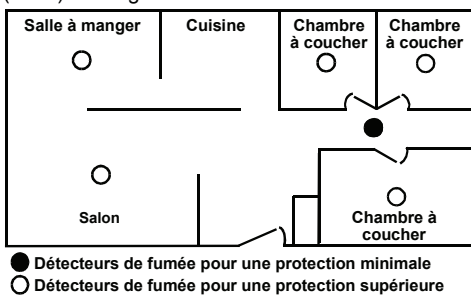
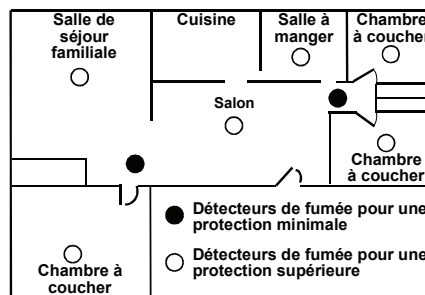

Figure 5. Lieux d'installation des détecteurs de fumée dans une résidence, n'ayant qu'un seul espace sommeil
Figure 6. Lieux d'installation des détecteurs de fumée dans une résidence, ayant plus d'un espace sommeil.
- Installez un détecteur de fumée dans le couloir d'accès à l'extérieur de chaque espace sommeil, comme illustré dans la figure 5. Deux détecteurs sont nécessaires dans les résidences disposant de deux espaces sommeil distincts, comme dans la figure 6.